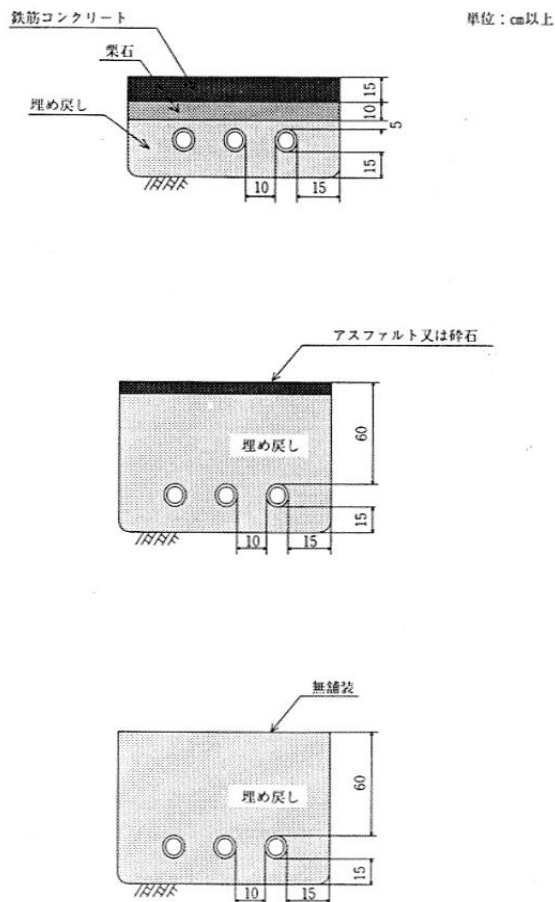

図2 埋設構造例
3 (1) 中「次のいずれかによること」の次に「(図2参照)」を加える。
「図」を「図2」に改め、本文の次に次図を加える。
- (1) 強化プラスチック製配管の埋設深さ(地盤面から配管の上面までの深さをいう。)は、次のいずれかによること(図2参照)。
- ① 地盤面を無舗装、砕石敷き又はアスファルト舗装とする場合、60センチメートル以上の埋設深さとする。
- ② 地盤面を厚さ15センチメートル以上の鉄筋コンクリート舗装とする場合、30センチメートル以上の埋設深さとする。
- (2) 強化プラスチック製配管の埋設の施工は次によること。
- ① 掘削面に厚さ15センチメートル以上の山砂又は6号砕石等(単粒度砕石6号又は3~20ミリメートルの砕石(砂利を含む。))をいう。以下同じ。)を敷き詰め、十分な支持力を有するよう小型ビブロプレート、タンパー等により均一に締め固めを行うこと。
- ② 強化プラスチック製配管を並行して設置する際には、相互に10センチメートル以上の間隔を確保すること。
- ③ 強化プラスチック製配管を埋設する際には、応力の集中等を避けるため、以下の点に留意すること。